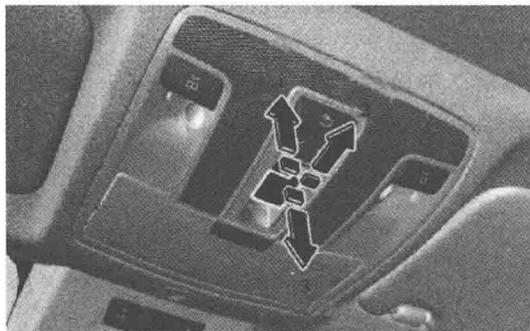

图 1-2 天窗控制面板开关
- ① 将点火开关中的钥匙旋转至位置“1”或“2”。
- ② 沿箭头 3 的方向反复拉动开关  至阻力点，直至滑动天窗完全关闭。开关操作方向如图 1-2 所示。
- ③ 在此位置继续拉住开关  1s。
- ④ 沿箭头 3 的方向反复拉动开关  至阻力点，直至遮阳帘完全关闭。
- ⑤ 在此位置继续拉住开关  1s。
- ⑥ 确保滑动天窗和遮阳帘可再次完全开启和关闭。
- ⑦ 否则，请再次重复上述步骤。